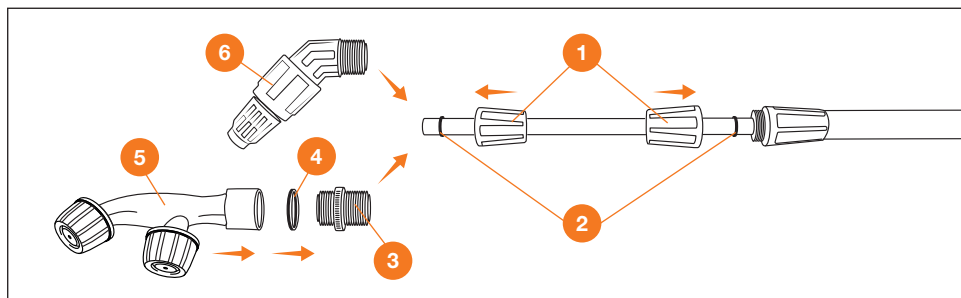

Рис. 4
- Для присоединения распылительной регулируемой насадки **6** установите резиновую круглую прокладку **2** присоедините насадку и закрепите фиксирующей гайкой **1** (Рис. 4).
- Для присоединения двойной распылительной насадки **5** установите плоскую резиновую шайбу **4** и закрепите муфтой **3**, присоедините муфту к телескопической штанге (Рис. 4).
- Для регулировки длины телескопической штанги ослабьте фиксирующую гайку **1**, установите требуемую длину и зафиксируйте гайкой (Рис. 4).